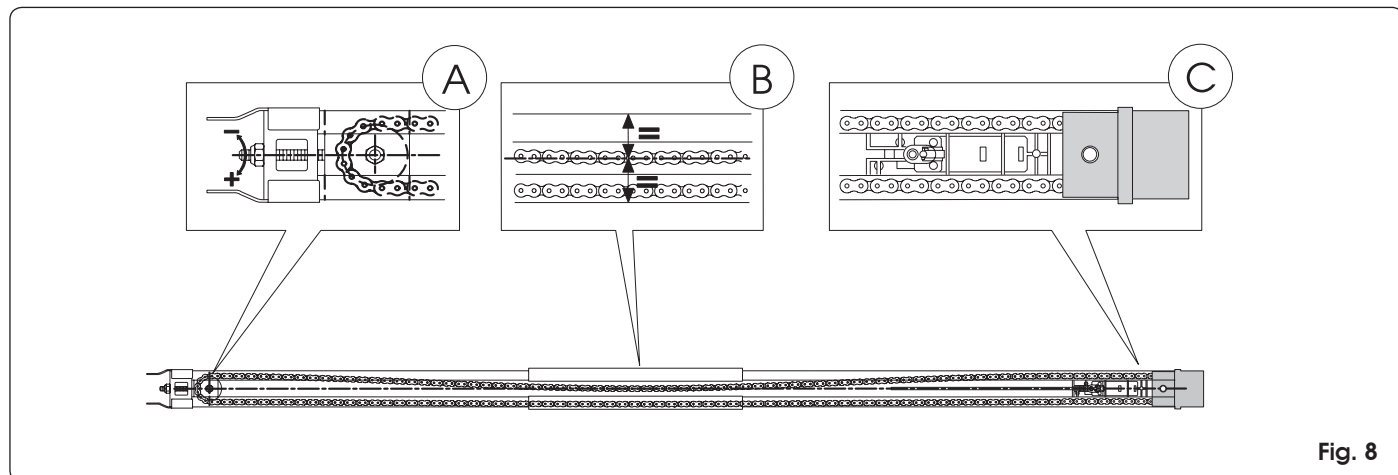

Fig. 8
- 5) Coucher le rail de guidage sur le côté (Fig. 8)
- 6) Pousser le chariot à proximité du groupe d'embrayage de la traction (Fig. 8 réf. C).
- 7) Régler le tendeur (Fig. 8 réf. A) de manière à ce que la zone centrale de l'anse, formée par la branche supérieure de la chaîne, coïncide plus ou moins avec le milieu du rail de guidage (Fig. 8 réf. B)